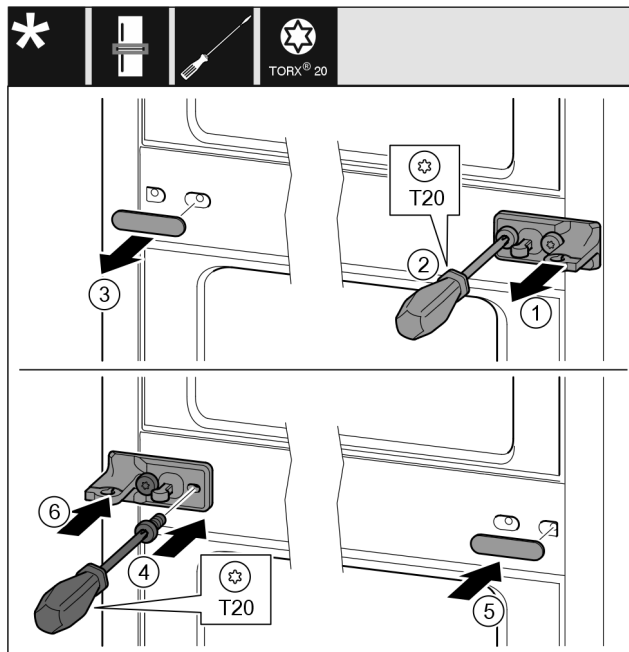

Fig. 29
- ▶ Húzza le az alátétet Fig. 29 (1).
- ▶ Tekerje ki a csavarokat Fig. 29 (2) csavarhúzóval.
- ▶ Óvatosan húzza le a fedelet Fig. 29 (3).
- ▶ Csavarozza fel szilárdan, 180°-kal elfordítva a csapógybakot a fóliával Fig. 29 (4) a másik oldalra.
- ▶ Szerelje fel a fedelet Fig. 29 (5) 180°-kal elfordítva a másik oldalra.
- ▶ Tolja fel az alátétet Fig. 29 (6) előlről.